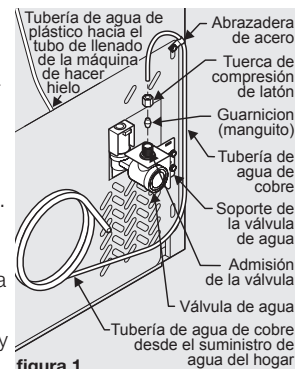
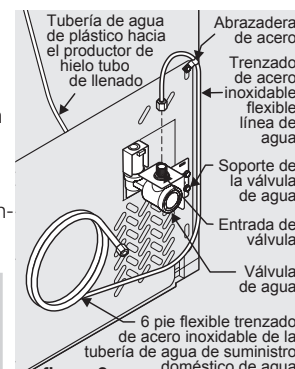

figura 1 (Deje suficiente tubería enrollada que permita mover hacia afuera el refrigerador para hacer la limpieza)
figura 2 (Incluya suficiente tubería en bucle para permitir desplazar el refrigerador hacia fuera para su limpieza.)
4. Si utiliza tuberías de cobre, deslice la tuerca de compresión de latón y la guarnición (manguito) en la tubería de suministro de agua. Inserte la tubería de agua en la admisión de la válvula de agua tan adentro como sea posible (1/4" / 6 mm). Inserte la guarnición (manguito) en la admisión de la válvula y apriete a mano la tuerca de compresión en la válvula. Apriete media vuelta adicional con una llave. NO apriete demasiado. **Vea la figura 1.** Si utiliza tubo de acero inoxidable flexible trenzado: la tuerca va montada en la tubería. Deslice la tuerca en la entrada de la válvula y apriete con el dedo la tuerca a la válvula. Apriete otra media vuelta con una llave; NO apriete excesivamente. **Vea la figura 2.**